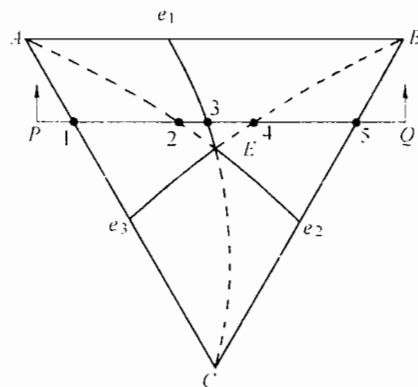

图 31-1 第六题第 2 小题图
2. 设有一由固态下完全不溶、且具有共晶转变的 A、B、C 三组元组成的三元相图如图 31-1 所示,已知  $t_1 > t_B > t_C > e_1, e_1 > e_2 > e_3 > t_E$ , 试求: